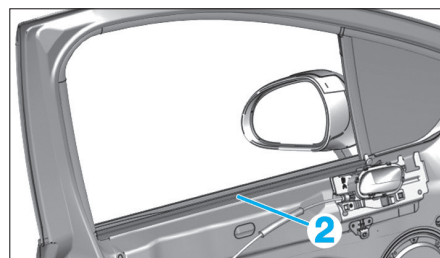

Fig. 108
- Extraire le joint lècheur intérieur de porte avant (2) (Fig.108).